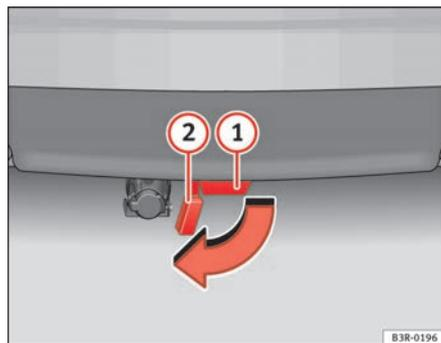

Fig. 157 Pare-chocs arrière : ouverture du bouchon obturateur
- Ouvrez le bouchon obturateur (2) ⇒ fig. 157 du tube de fixation (1) situé sous le pare-chocs jusqu'en butée. Le bouchon obturateur s'enclenche automatiquement en position de butée.